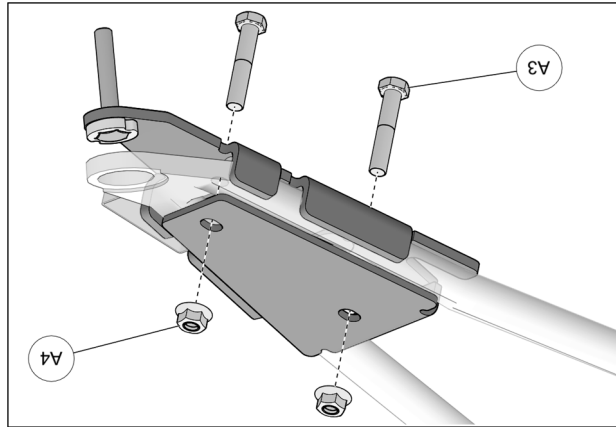

Fig. 19
7. Insérer les boulons M10x55 mm (A3) par le dessous de l'ancrage. Assemblez les deux parties avec les écrous (A4) fournis. Serrer l'assemblage à un couple de 50 N•m [37 lb•pi]. Voir la Fig. 19